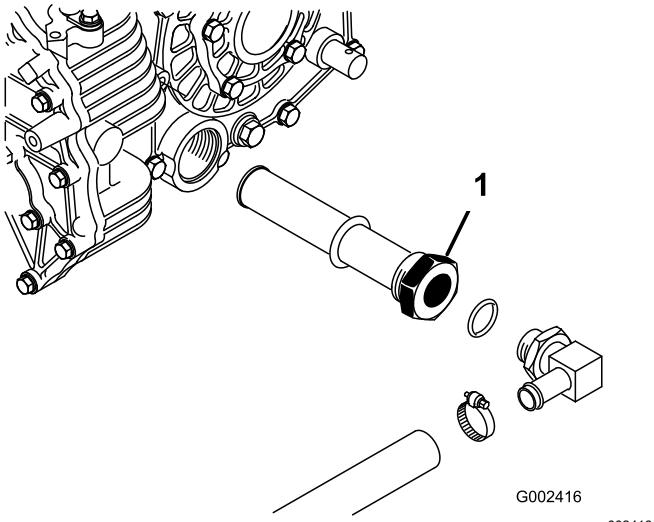

Figure 64
- Notez l'orientation du flexible hydraulique et du raccord à 90° raccordés à la crêpine sur le côté du réservoir (Figure 64).